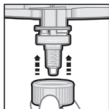
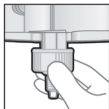

Fig.3
Fig. 4.1
5. Une fois l'embout mélangeur correctement positionné (fig. 3), pousser la bague de fixation Dynamix sur l'embout mélangeur jusqu'à la butée et la tourner vers la droite (1/4 de tour) jusqu'à verrouillage complet (fig. 4.1, 4.2, 5).